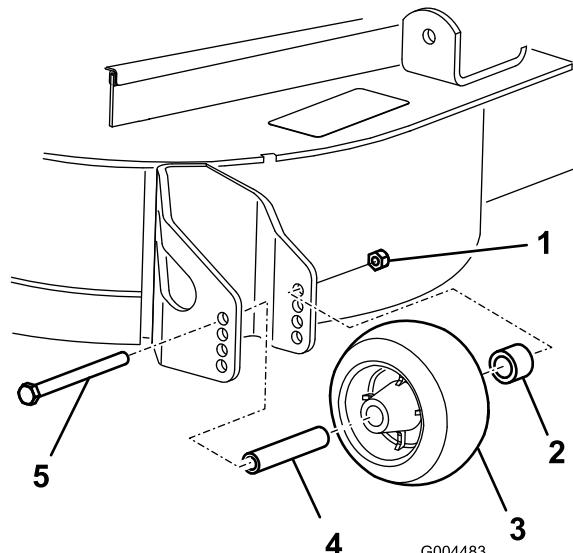

Figura 26
3. Dopo avere regolato l'altezza di taglio, regolate i rulli togliendo il dado flangiato, la boccola, il distanziale ed il bullone (Figura 26).
5. Montate il dado flangiato, la boccola, il distanziale ed il bullone. Serrate a 54-61 Nm (Figura 26).